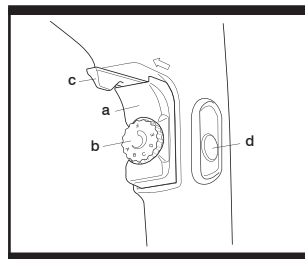

Fig. 5
3. REGLAGE DE LA VITESSE (Fig. 5)
4. DEMARRAGE ET ARRÊT (Fig. 5)